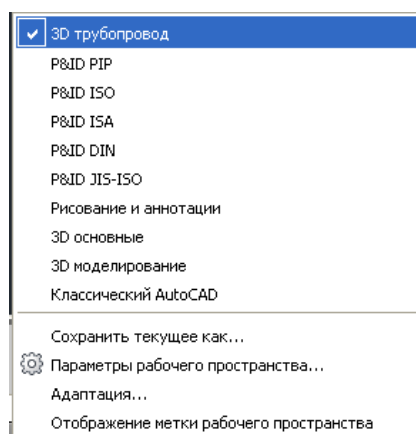

Рис. 42
- Переключите рабочее пространство на **3D трубопровод** с помощью кнопки  в правом нижнем углу окна (Рис. 42).